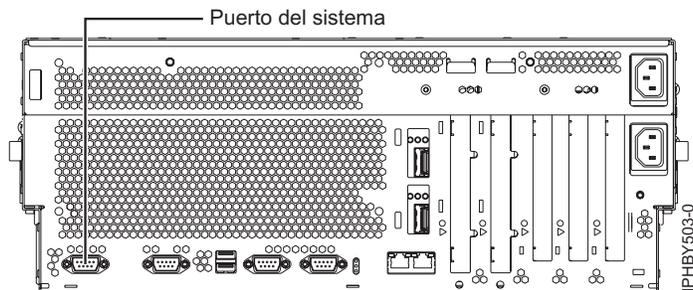

Figura 9. Conexión para 8233-E8B y 8236-E8C
2. Para obtener más información, consulte Figura 9.